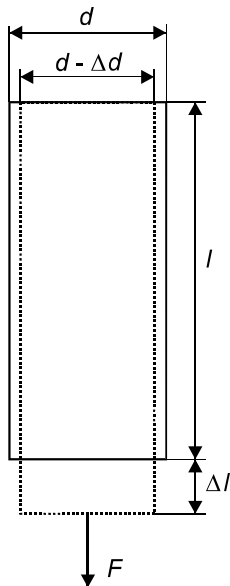

Abb.1 DEHNUNG
2. Dehnung und Querkontraktion: An einem isotropen, zylindrischen Körper, z. B. einem Draht der Länge l , verursacht eine senkrecht zum Querschnitt A wirkende Kraft F eine Längenänderung Δl (Abb. 1) bzw. die relative Längenänderung $\varepsilon = \Delta l / l$. Das Verhältnis der senkrecht zur Querschnittsfläche wirkenden Kraft zur Fläche bezeichnet man als Normalspannung $\sigma = F / A$. Im Gültigkeitsbereich des Hookeschen Gesetzes ist